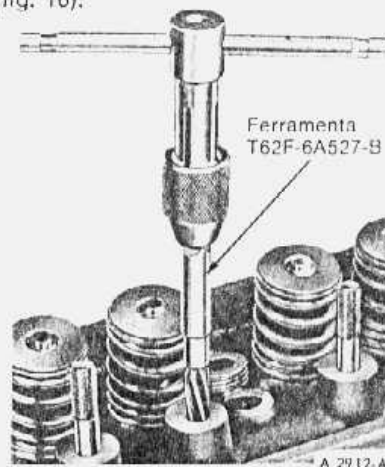

fig. 10 — alargamento do alojamento do prisioneiro
2. Ao substituir um prisioneiro folgado, usar em primeiro lugar o alargador de menor diâmetro possível (fig. 10).